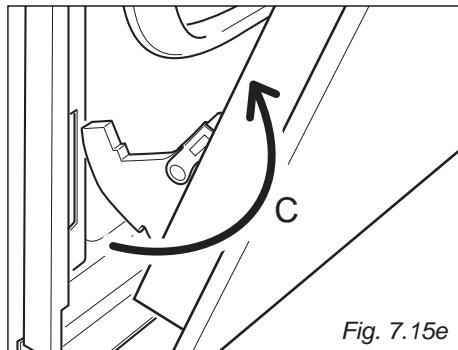

Fig. 7.15e
- Retirez les crochets de charnière de leur emplacement en suivant la flèche "C" (fig. 7.15e).